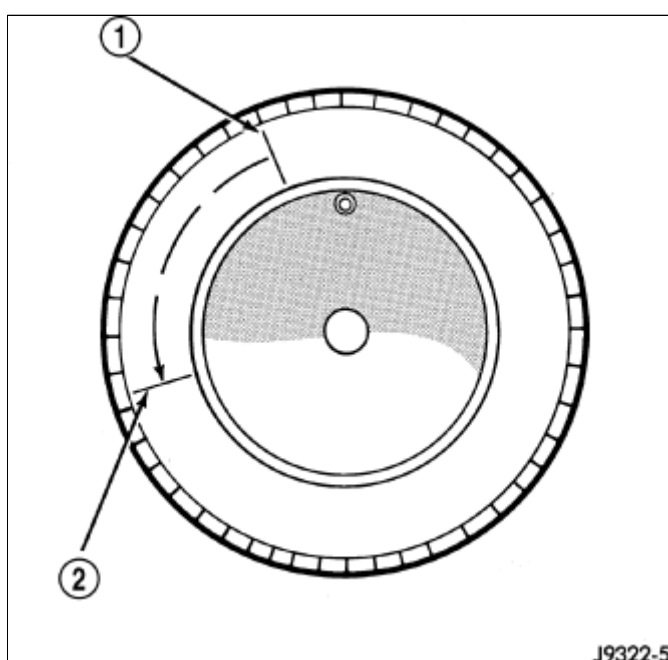

图 7 在箭头方向90度重新安装轮胎
- ▮ 如果新的高点不在任一高点的102 mm（4.0英寸）内，则在胎面上从新的高点朝向原始点画一个箭头（图 7）。 拆下轮胎并沿那个方向将其重新安装至轮缘90度的位置，然后重新测量磨损量。 这将会很正常地降低磨损量从而达到可以接受地数值。